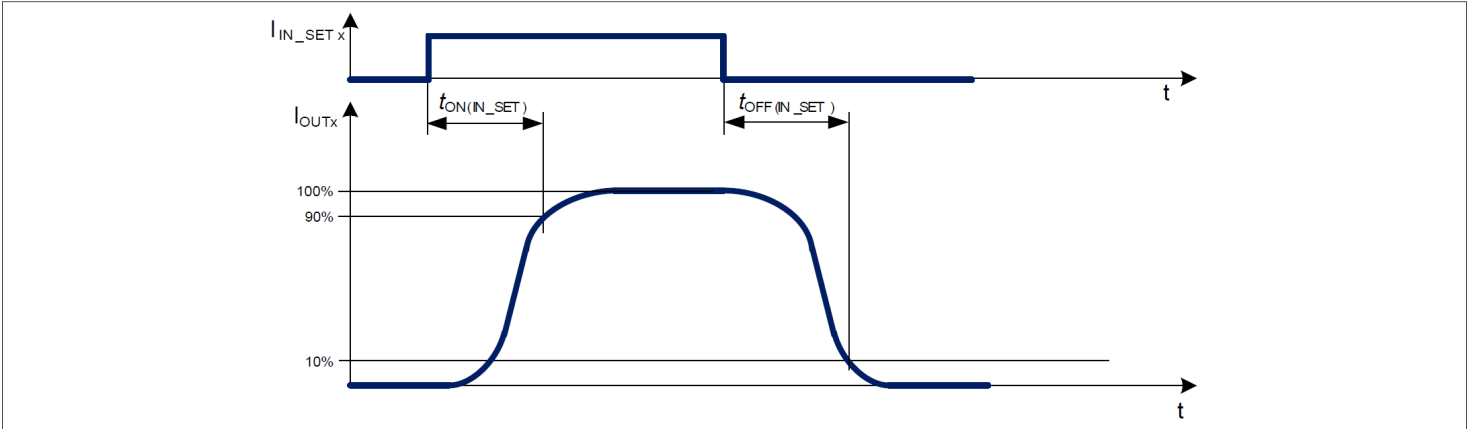
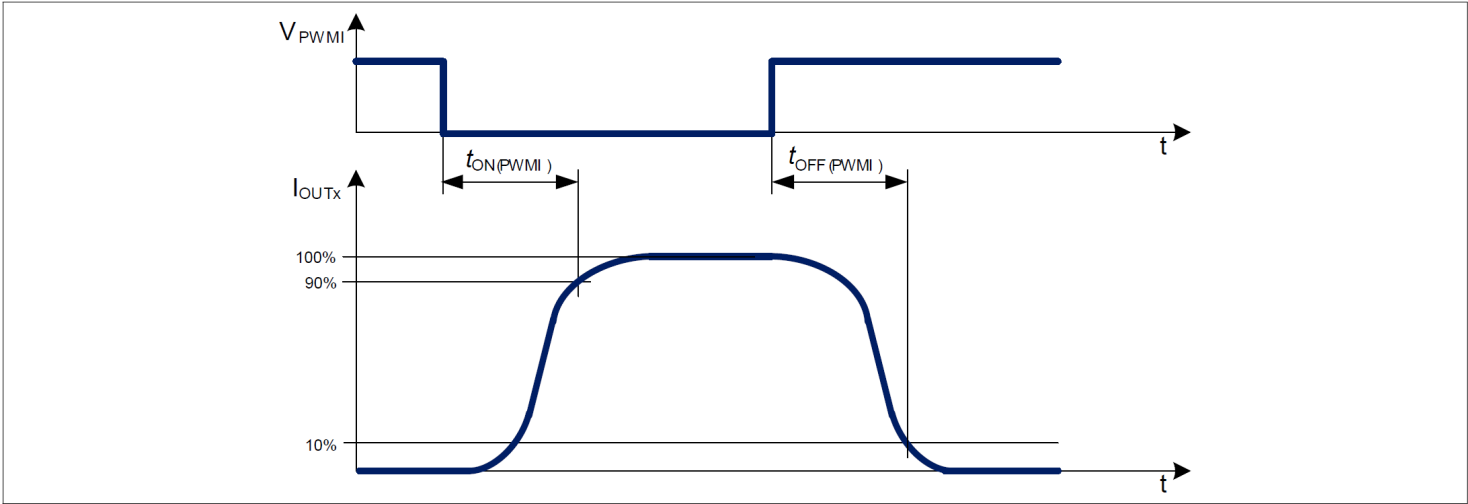

图10 IN_SET开启和关闭延迟时序图
图11 PWMI开启与关闭时序图
下图（图 10、图 11）显示了不同驱动输入对输出激活延迟的影响。
2) 参考图 10
3) 参考图 11